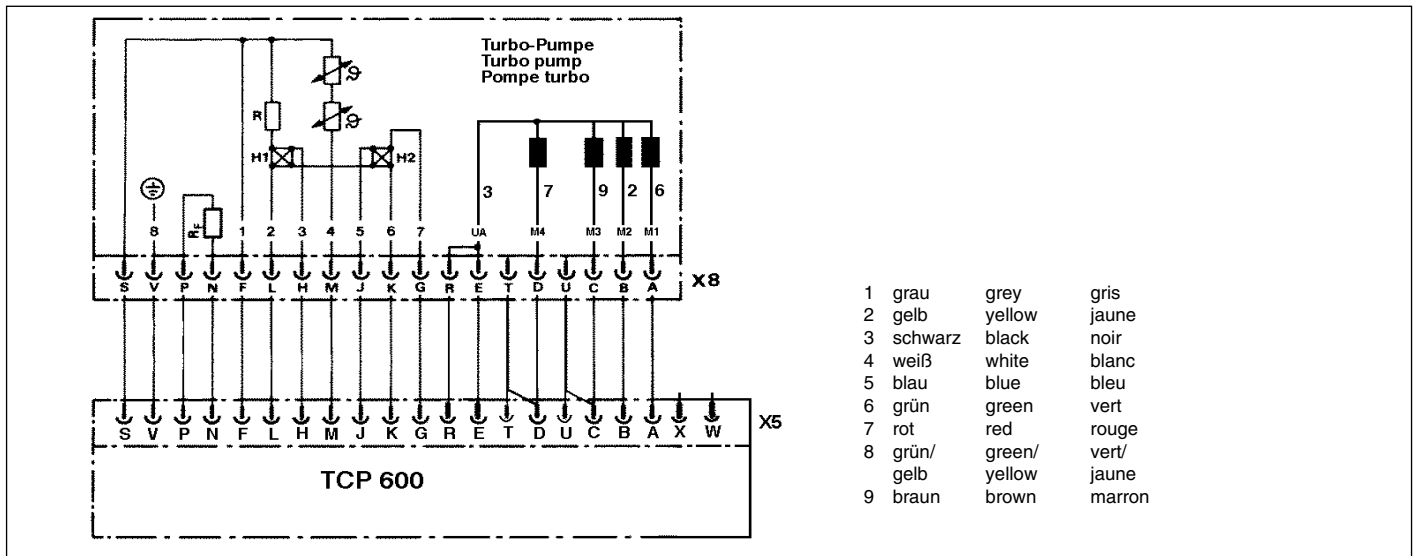

Fig. 6
- An der Turbopumpe: Steckverbindung X8, Fig 6.
- On the turbo pump: plug connection X8, Fig. 6.
- à la pompe turbo: Connecteur X8, Fig 6.